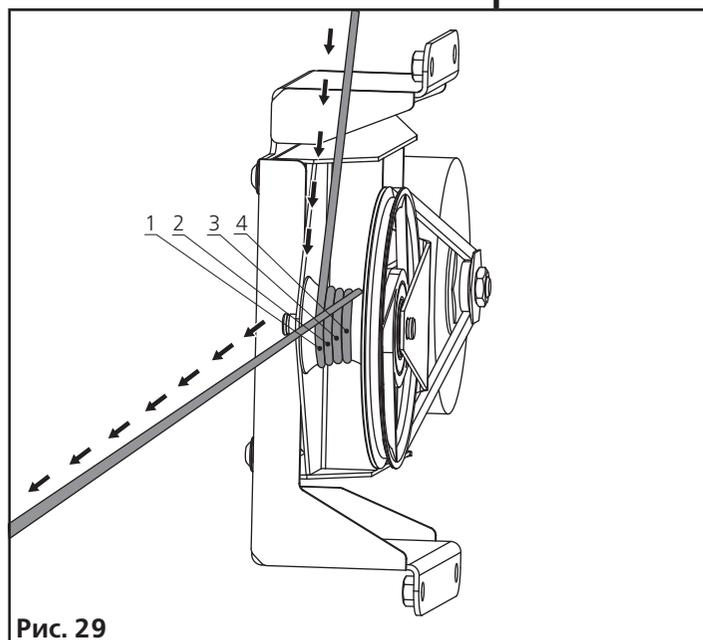

Рис. 29
5. На фрикционном барабане намотайте трос 4 витка сверху вниз против часовой стрелки снаружи вовнутрь (Рис. 29).